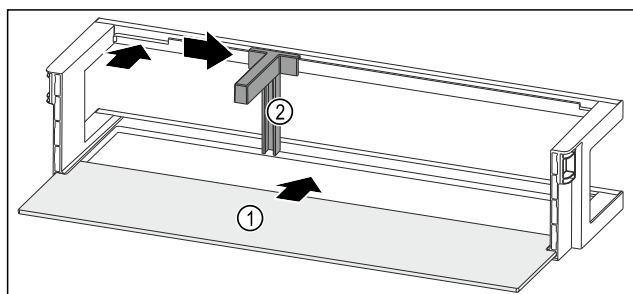

Fig. 166 Dörrfack med hylla
- ▶ Skjut in hyllan Fig. 166 (1) i ursparingarna på sidan.
- ▶ Sätt in flaskhållaren Fig. 166 (2) i ursparingen.
- ▶ Skjut flaskhållaren Fig. 166 (2) åt sidan till önskad position.